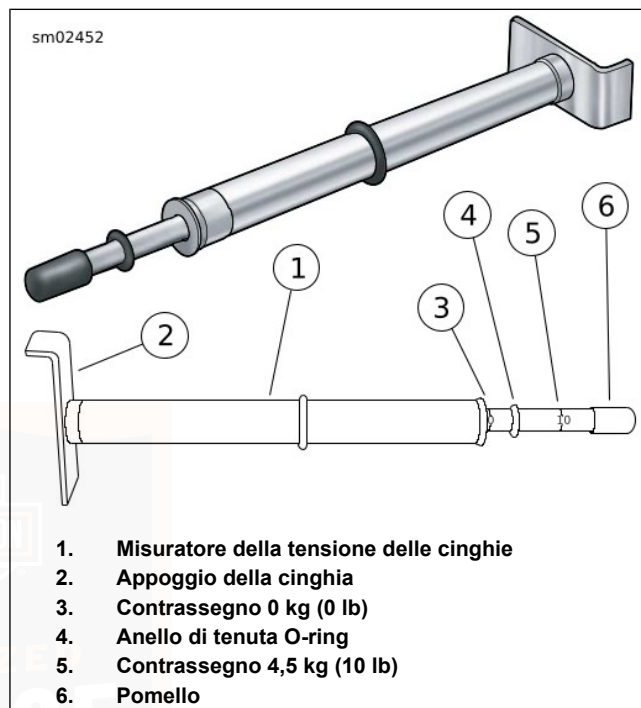
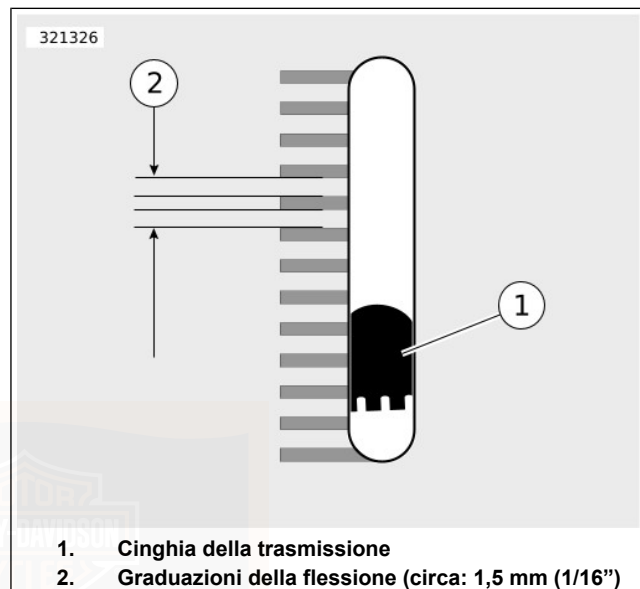

Figura 59. Misuratore della tensione delle cinghie
Figura 61. Finestra di visualizzazione della flessione delle cinghie
3. Vedere Figura 59. Misurare la flessione delle cinghie usando MISURATORE DELLA TENSIONE DELLE CINGHIE (N. CODICE: HD-35381-A):
- a. Far scorrere l'anello di tenuta O-ring (4) verso il contrassegno dello zero (3).
- b. **Modelli dotati di finestra di visualizzazione della flessione delle cinghie:** collocare l'appoggio della cinghia (2) contro la parte inferiore della cinghia della trasmissione e in linea con la finestra di visualizzazione della flessione delle cinghie.
- c. **Tutti gli altri modelli:** collocare l'appoggio della cinghia (2) contro la parte inferiore della cinghia della trasmissione, a metà fra le pulegge conduttrici.
- d. Premere verso l'alto sul pomello (6) fino a quando l'anello di tenuta O-ring scorre in basso verso il contrassegno di 4,54 kg (10 lb) (5) e resta fisso in questa posizione.
- a. **Modelli dotati della finestra di visualizzazione della flessione della cinghia:** vedere Figura 61. Misurare la flessione della cinghia attraverso la finestra di visualizzazione della flessione della cinghia, tenendo fermo il misuratore. Ciascuna graduazione della flessione è di circa 1,6 mm (1/16 in).